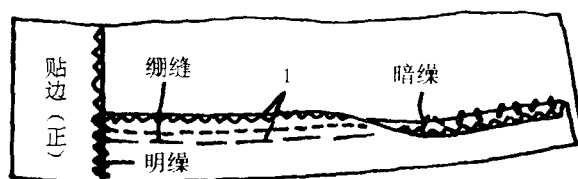

图3-13
13. 在距底摆贴边上边缘 1cm 处将贴边与裙片绷缝固定, 然后沿绷线将贴边与裙片暗缲固定。底摆贴边的前端与前门贴边明缲固定 见图 3-13。